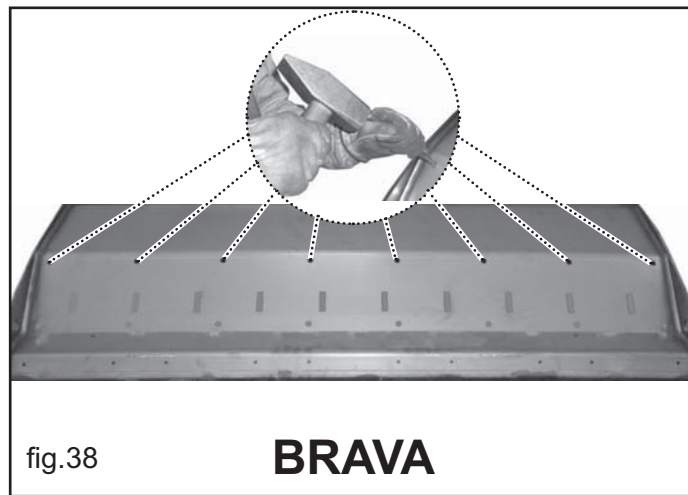

fig.38
- Munirsi degli adeguati utensili: martello e cacciaspine/punteruolo. (Vedi fig.38)
- Punzonare i tondi circoscritti dai tratteggi (Vedi fig.38)